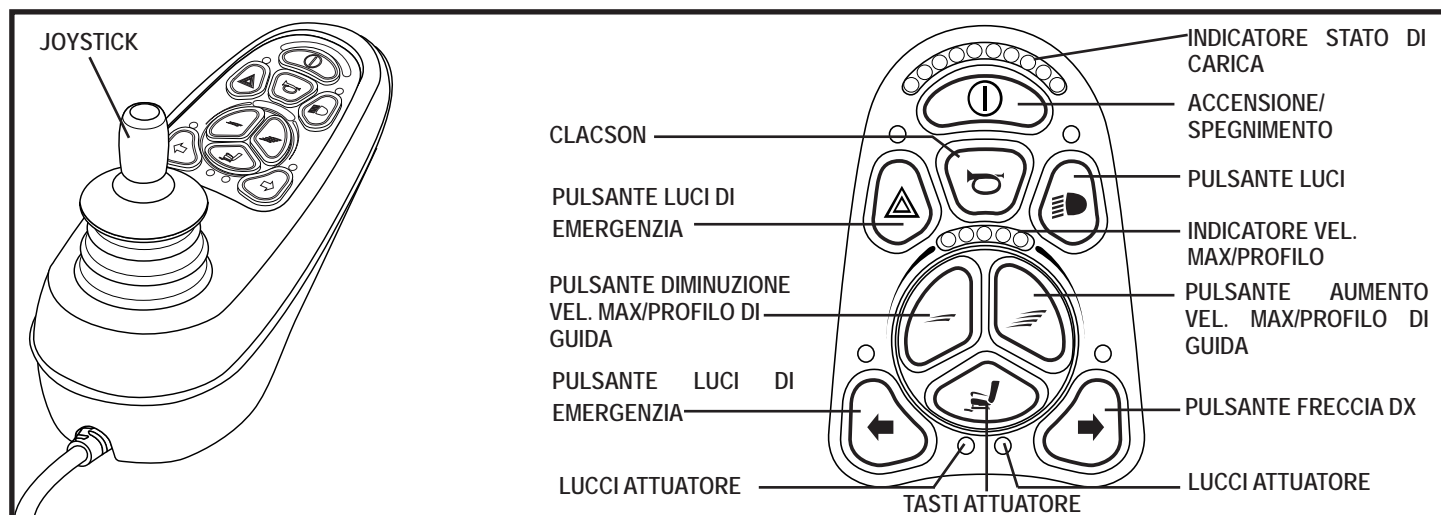

Figura 8. Tastiera VR2 (a 9 spinotti)
1. Premere il tasto on/off per accendere la Carrozzina e la centralina. **Vedere figura 8.**
2. Premere il tasto dell'attuatore desiderato per selezionare la modalità attuatore. Si illuminerà la spia dell'attuatore sinistro. **Vedere figura 8.** Mentre la spia dell'attuatore sinistro si illumina, usare la scatola elettrica per selezionare il ribaltamento o l'inclinazione elettrica.
5. Premere il tasto on/off per tornare in modalità di guida. **Vedere figura 8.**